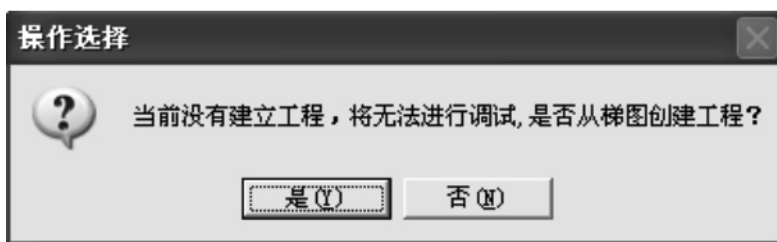

图 5.3 “建立工程”操作选择对话框
(1) 单击调试工具条的  按钮或单击“调试”菜单的“生成 Bin 文件”菜单项可执行生成 BIN 文件的操作。
(2) 若当前没有建立工程, 则软件会弹出如图 5.3 所示的操作选择对话框。